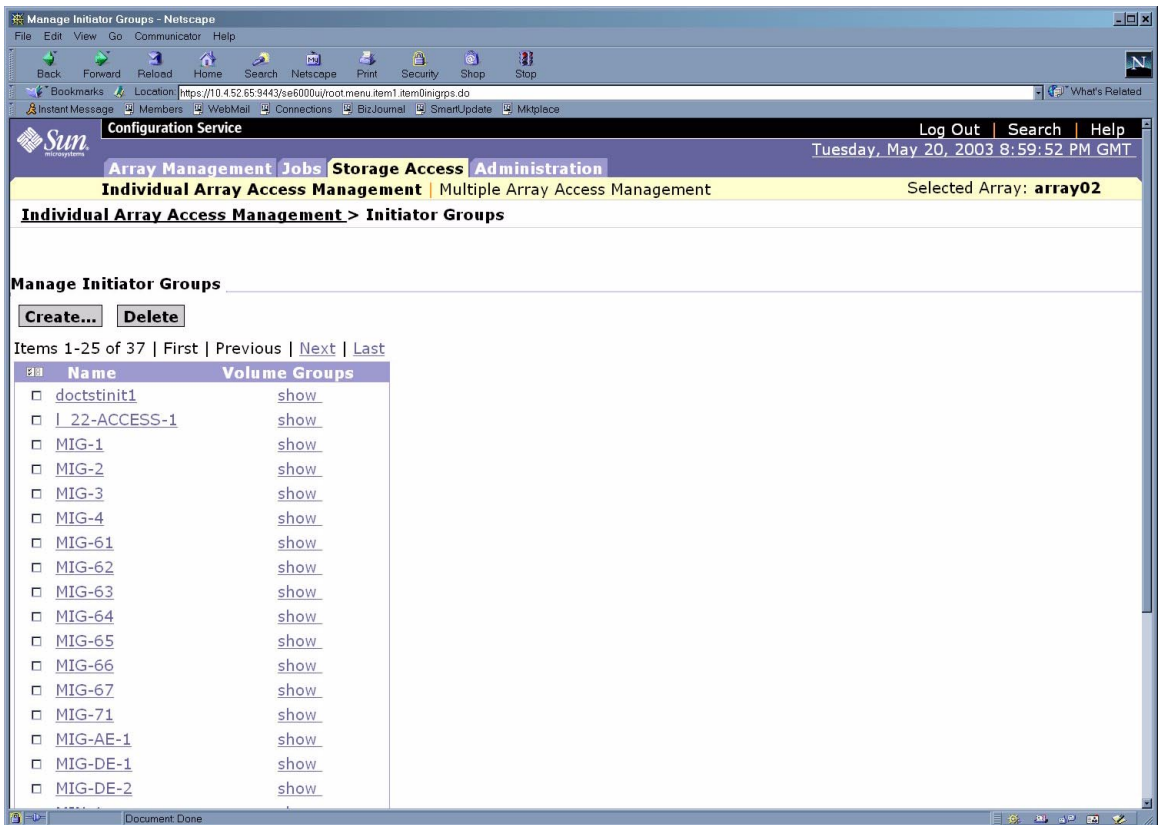

図 6-27 「個別アレイのアクセス管理 - イニシエータグループの管理」 ページ
6. イニシエータグループの作成先のアレイを選択して、「イニシエータグループの管理」を選択します。図 6-27 に示されているような「個別アレイのアクセス管理」ページが表示されます。